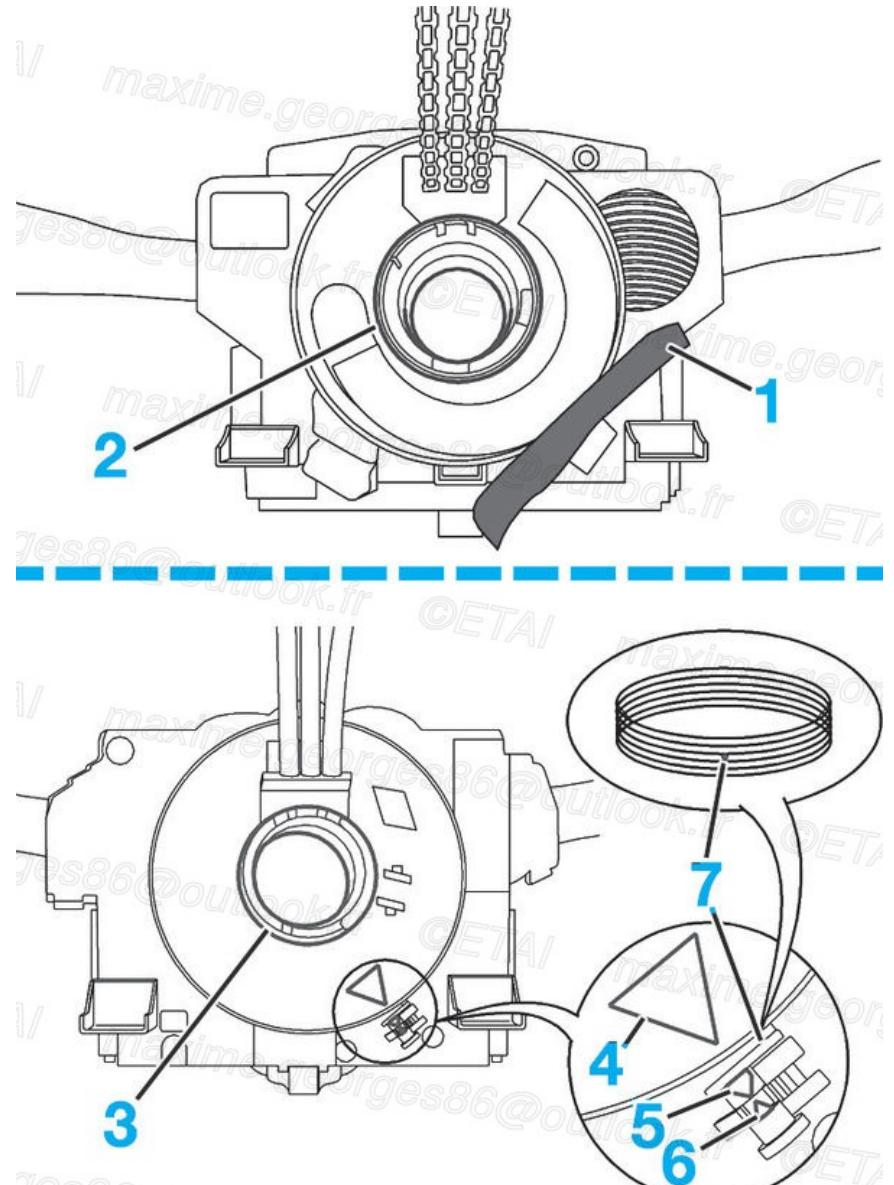

Fig.6
- Il est immobilisé par une étiquette de garantie (1) déchirable pour un produit VALEO (anciennement SYLEA) (Fig.6) (/media/RTA/RTA_714/RTA714A-006-006X.jpg).
- Appuyer au centre du contacteur tournant (2) ou (3) (Fig.6) (/media/RTA/RTA_714/RTA714A-006-006X.jpg).